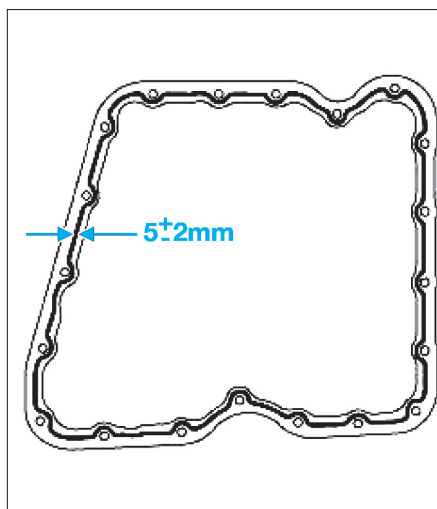

FIG. 34
- appliquer sur le plan de joint du carter inférieur d'huile moteur un cordon de pâte d'étanchéité appropriée (Joint Silicone Adhérent) (fig. 34).